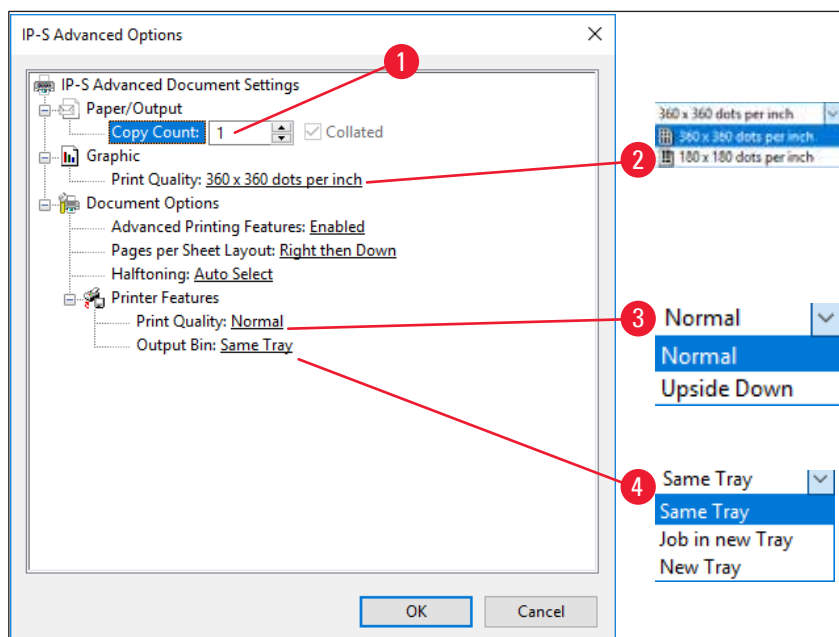

Fig. 44
**A caixa de diálogo Advanced Options (→ "Fig. 44")**